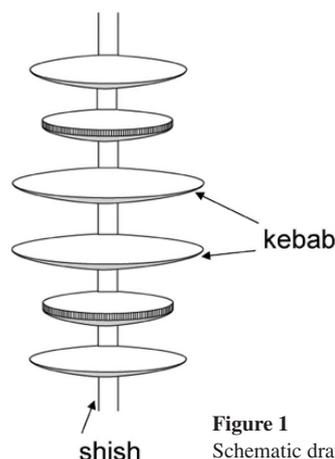
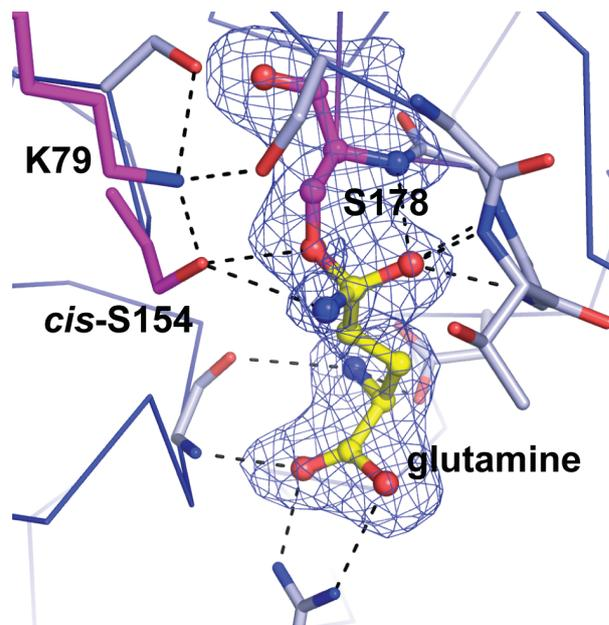

Figure 1
Figure 3
結晶性高分子については、成型加工時にさまざまな流動過程・温度変化を受け、結晶と非晶が組み合わさった非常に複雑な階層構造を形成することが知られている。そのスケールは、顕微鏡や光散乱測定で観測されるミクロンスケールから、X線散乱や中性子散乱を用いて観測できるナノスケールまでいたる。なかでも、小角X線散乱測定が最も得意とする、数ナノメートルから100ナノメートルのスケールの構造は高分子の物性に大きく影響を与えらると思われており、これまで多くの研究が行われてきた。たとえば、静置場で高分子を結晶化させたとき、数ナノメートル程度の結晶ラメラが等方的に成長し、ミクロン～ミリメートル程度の大きさを持つ球晶と呼ばれる高次構造が観測される。一方、せん断流動や伸張流動などを印加して結晶化させた場合、Fig. 1に示されるような「シシケバブ構造」と呼ばれる非常に特徴的な高次構造が観測される[1]。シシケバブ構造は、トルコ料理の串刺しの焼肉であるシシケバブ (Shish-kebab) から命名された構造であり、伸張鎖
Fig. 3 に延伸試料における二次元 SANS 像および二次元 SAXS 像を示す。これを見ると、二つの特徴的な散乱パターンが存在することがわかる。まず、SANS および SAXS 測定ともに観測されている縦方向のスポット状の散乱と、SANS 測定でのみ観測されている横方向のストリーク状の散乱である。まず、縦方向のスポット状の散乱であるが、延伸方向に積み重なったラメラ構造からの散乱であると考えられ、すなわち Fig. 1 に示されているケバブ構造に起因すると考えられる。一方、延伸に垂直方向のストリーク状の散乱について考えてみる。このストリーク状の散乱は SANS 測定でのみ観測され、SAXS 測定では観測されないことから、単純な密度揺らぎによる散乱ではない。そこで、中性子散乱と X 線散乱の相違について着目し、さらに考察を行う。まず、本実験で用いた延伸試料は重水素化ポリエチレンと軽水素ポリエチレンのブレンドである。中性子散乱を用いると同位体である重水素 (D) 化合物と軽水素 (H) 化合物の散乱長が異なっているため散乱像を観察することができる。よって、SANS 測定で観測されたストリーク状の散乱は、せん断方向に D と H の成分の揺らぎが存在していることを示している。SAXS 測定では重水素化合物と軽水素化合物の電子密度は同じであるため、D 成分と H 成分
Figure 3 2D SANS (a) and SAXS (b) patterns of elongated PE blend of low molecular weight deuterated PE and ultra-high molecular weight protonated polyethylene (PE). Weight fraction of ultra-high molecular weight PE is 2.8 %.
GatA はアミノ酸配列からアミダーゼであると予想されており、Ser, *cis*-Ser および Lys からなる活性残基でグルタミン加水分解反応を行うと考えられていた。立体構造解析を行った GatCAB/グルタミン複合体では、グルタミンは GatA の中心に結合し、グルタミン側鎖の近傍に Ser, *cis*-Ser および Lys が存在していた。興味深いことに、結合したグルタミンは活性残基である Ser178 の側鎖と共有結合しており、4 面体中間体を形成していた (Fig. 3)。通常は観察できないはずの反応中間体が確認されたことから、